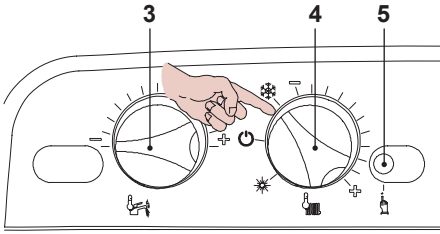
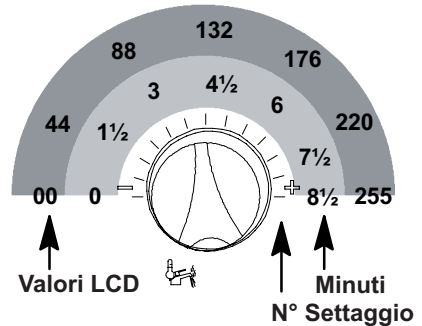

Fig. 5.59
Fig. 5.63
- Posizionare le manopole 3 e 4 come indicato in Fig. 5.59.
- Per settare il tempo di frequenza di riaccensione bisogna entrare in programmazione premendo per 15 secondi il pulsante di ripristino 5, in Fig. 5.59 fino alla comparsa del parametro P01 sul display LCD; sul display LCD compare la seguente visualizzazione (la sequenza P01 si alterna ---).
- Premere il pulsante di ripristino 5 in Fig. 5.59 per lo scorrimento dei vari parametri sino al raggiungimento del parametro P10 valido per il settaggio della frequenza di riaccen-
- Per cambiare il settaggio ruotare la manopola regolazione temperatura sanitari 3 in Fig. 5.59 e posizionarla sul tempo prescelto Fig. 5.63 (nella figura esempio manopola settata per frequenza di riaccensione di 3 minuti).
Il passo del settaggio della manopola 3 Fig. 5.63 corrisponde a un valore letto sul display LCD di circa 44 (90 secondi) e questo valore può essere variato fino a circa 255 (8 minuti e mezzo); nell'LCD la sequenza P10 si alterna con 60.